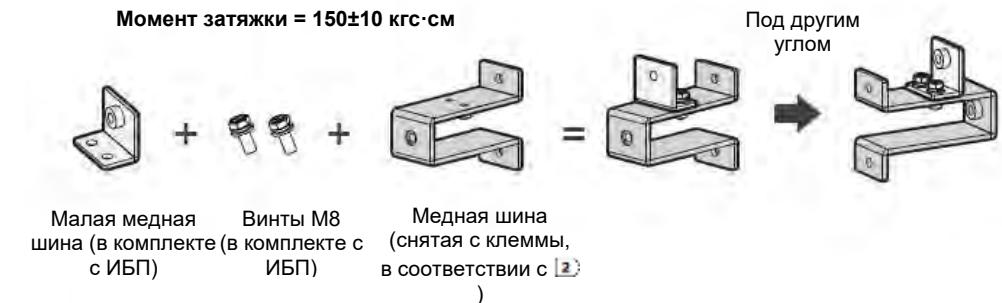

Рисунок 5-8: Крепление малой медной шины на снятную медную шину
- 3) Достаньте из упаковки ИБП прилагаемые малые медные шины и винты M8 и закрепите их на четырех медных шинах, которые вы только что сняли (см. **Рисунок 5-8**). Список упаковки ИБП см. в разделе **2.2 Проверка упаковки**.